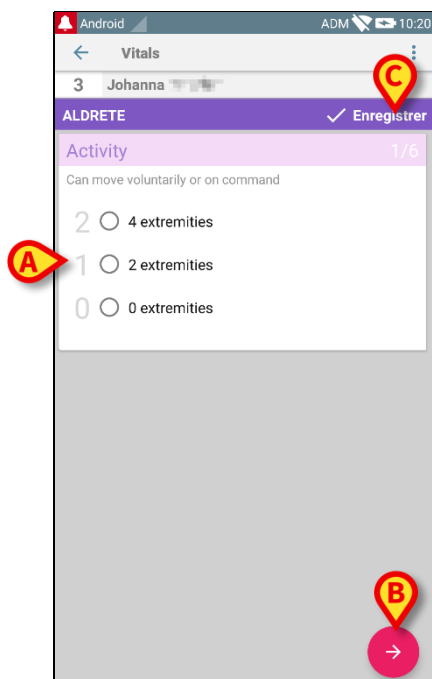
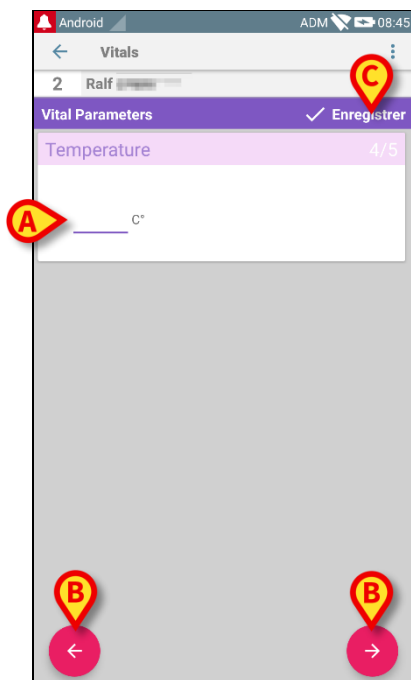

Fig 66
Fig 67
REMARQUE: les fonctions de l'écran de saisie des données dépendent du type d'ensemble de données sélectionné. Voir Fig 66 pour un exemple.
Voir Fig 67 pour un autre exemple.
- Saisir la/les valeur(s) requise(s) dans chaque écran (Fig 66 **A** et Fig 67 **A**).
- Accéder à l'écran suivant/précédent à l'aide des flèches indiquées dans Fig 66 **B** et Fig 67 **B**.
- taper sur **Enregistrer** pour enregistrer l'ensemble de données (Fig 66 **C** et Fig 67 **C**). L'option **Annuler** clôt l'écran de saisie des données.